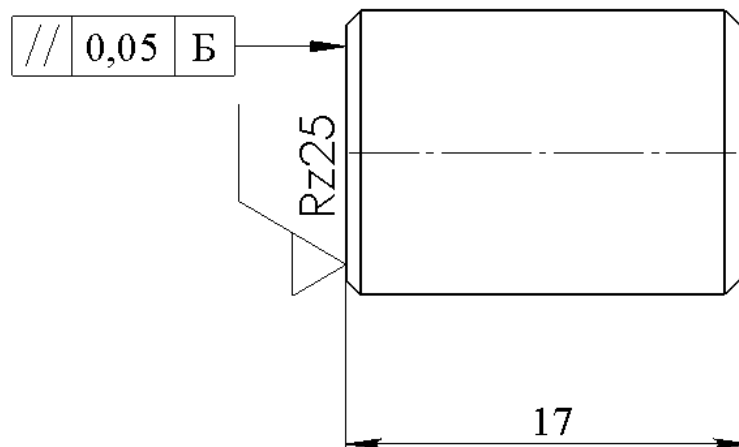

Рис. 21
3. Нажмите на правую вертикальную кромку на **Чертёжном виде 1**, выносная линия обозначения при этом «привязывается» к выбранной кромке, затем нажмите снова для размещения обозначения (рис. 21).
5. Выберите обозначение в графической области и переместите в положение, показанное на рис. 21.